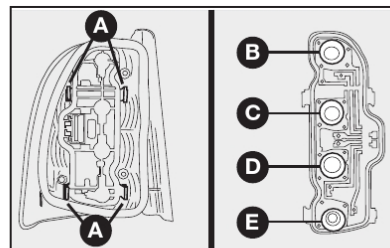

fig. 31
4) pressionar levemente as orelhas **A-fig. 31** de bloqueio do soquete e retirá-lo da lente da lanterna;